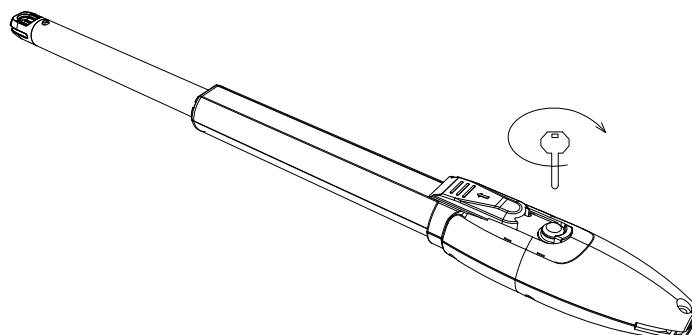

Figura 6
C) Antes de la instalación, por favor desbloquee las dos máquinas principales. Método de desbloqueo: Abre la tapa de liberación manual, inserta la tecla de liberación anual, gira la tecla hasta que se libere, como se muestra en la Figura 6, luego gira el brazo telescópico, encontrarás que se estira a mano fácilmente.